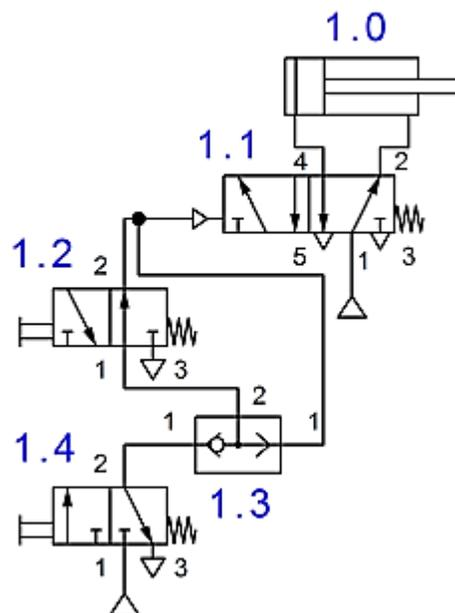

Figura 3.
7. Cierre la unidad de mantenimiento, desconecte y retire de la placa todo lo anterior, solo deje la unidad de mantenimiento y el distribuidor. Observe la figura 3 e identifique cada elemento que se usara. Coloque en la placa las válvulas 3/2 NC (1.4), 3/2 NA (1.2), 5/2 monoestable (1.1), OR (1.3) y el cilindro de doble efecto a una distancia segura entre ellos. Ahora conecte la vía 1 de 1.4 al distribuidor, así como su vía 2 a la válvula OR.
8. Ahora conecte la vía 2 de la válvula OR a la vía 1 de 1.2. Conecte la T a la vía 2 de 1.2, posteriormente conecte una vía de la T a la válvula 5/2 monoestable y la otra a la válvula OR, tal y como se muestra en la figura 3. Conecte la vía 1 de la 1.1 al distribuidor, así como sus vías 2 y 4 al cilindro de doble efecto, como se observa en la figura 3. Abra la válvula de la unidad de mantenimiento y pruebe el circuito, donde la válvula 3/2 NC hace avanzar el cilindro, mientras que la válvula 3/2 NA lo hace retroceder.